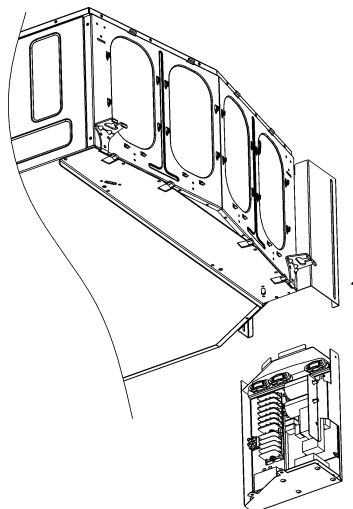

Fig. 29. Sacando la caja del carril
3. Si necesario, saque la caja fuera del carril quitando el tornillo (ver Fig.29).